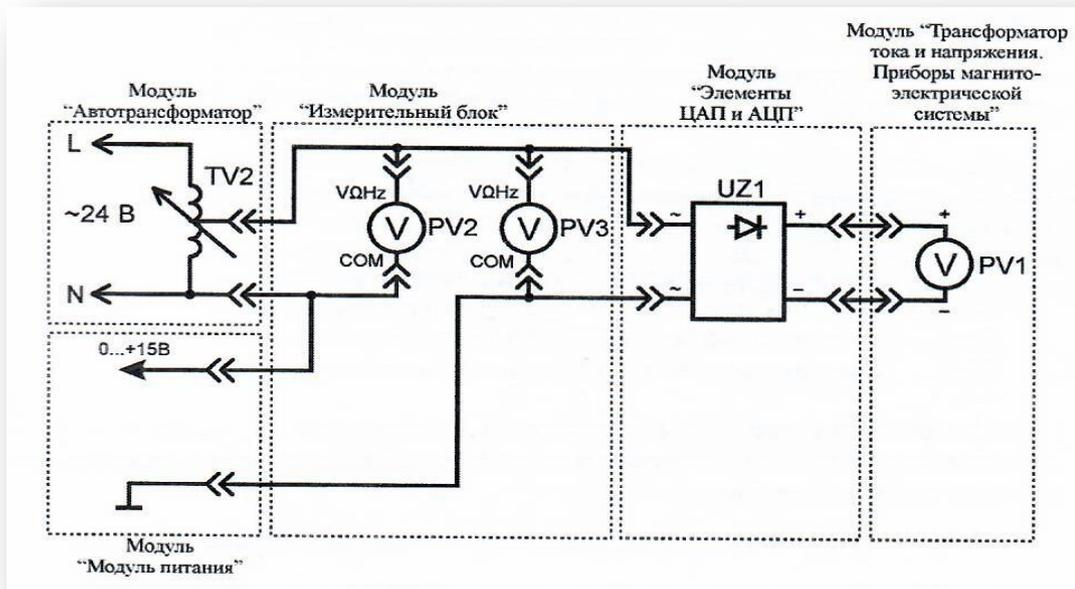

Рис. 25. Схема электрическая соединений лабораторных модулей для оценки влияния постоянной составляющей на показания вольтметра
1. Согласно схеме (рис. 25) выполнить электрические соединения модулей для оценки влияния постоянной составляющей напряжения на показания вольтметра. **Монтаж схемы производить при отключенном питании.**
3. Как будут изменяться показания вольтметров  $PV1$ ,  $PV2$  и  $PV3$  (рис. 25) при изменении постоянной составляющей напряжения?